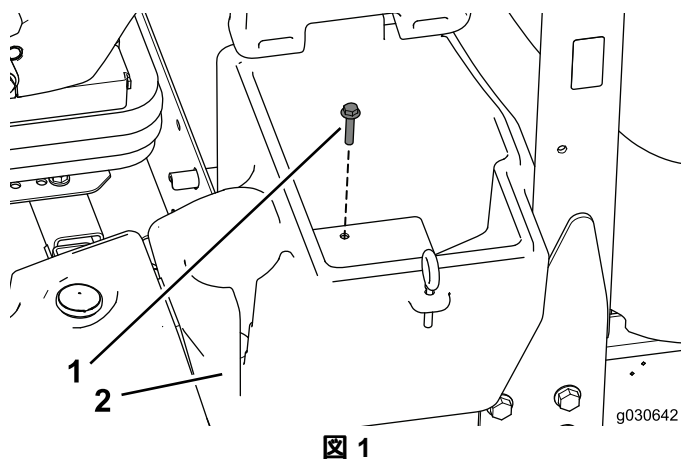

図 1
1. 機体左側の荷物置きスペースを固定しているボルトを取り外す。捨てないこと 図 1。